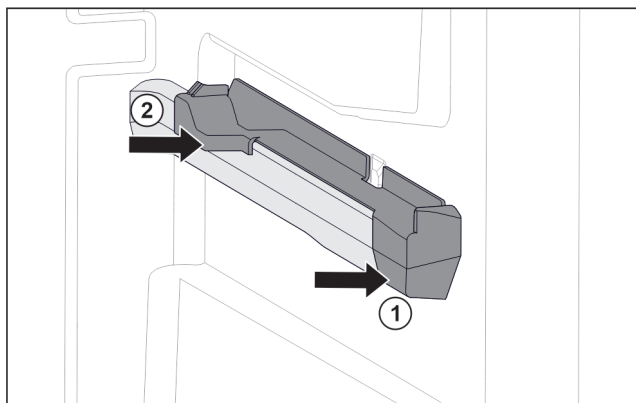

Fig. 32 Natični nastavek na desnemu nastavku za posodo
- ▶ Natični nastavek spredaj namestite na nastavek za posodo. Fig. 32 (1)
- ▶ Pritisnite natični nastavek zadaj. Fig. 32 (2)